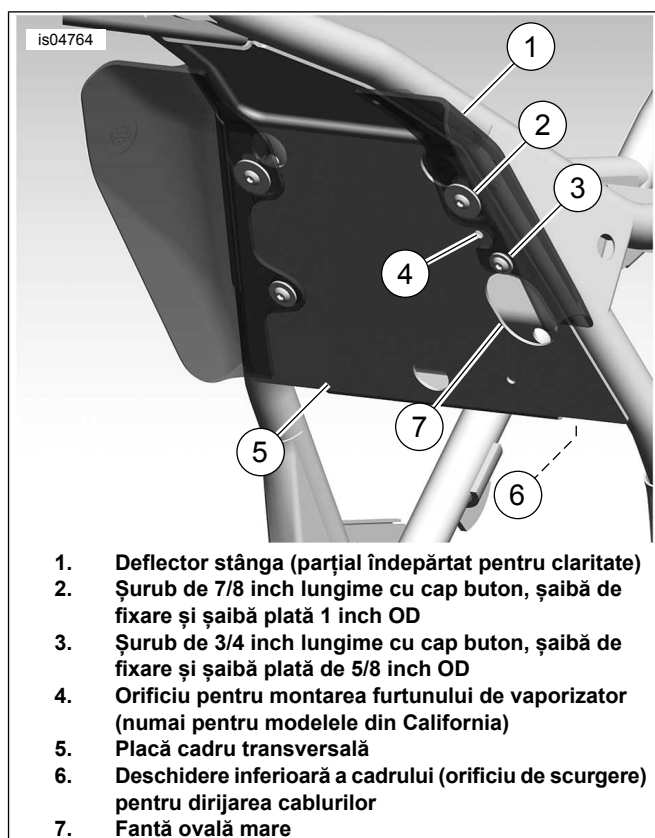

Figura 5. Modele 2008: Amplasarea elementelor de fixare - vedere din spate a cadrului cilindrului spate (motorul eliminat pentru claritate)
6. Consultați Figura 5 . Îndepărtați deflectorul de aer stâng (1) și componentele (2 și 3).
11. Consultați Figura 5 . Așezați deflectorul de aer și suportul mânerului de reglare în poziție în timp ce introduceți cablul de spătar prin fanta ovală mare (8) a plăcii cadru transversale (5) și în jos prin deschiderea inferioară a cadrului (6) în compartimentul din spatele plăcii transversale a cadrului.